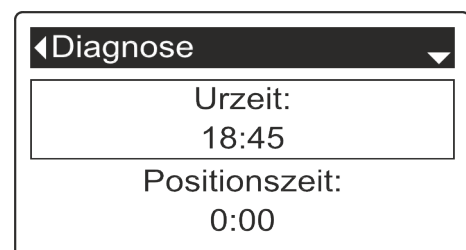

Abb. 39: Menüpunkt Diagnose
- ⇒ Der Menüpunkt „Diagnose“ wird angezeigt (Abb. 39).